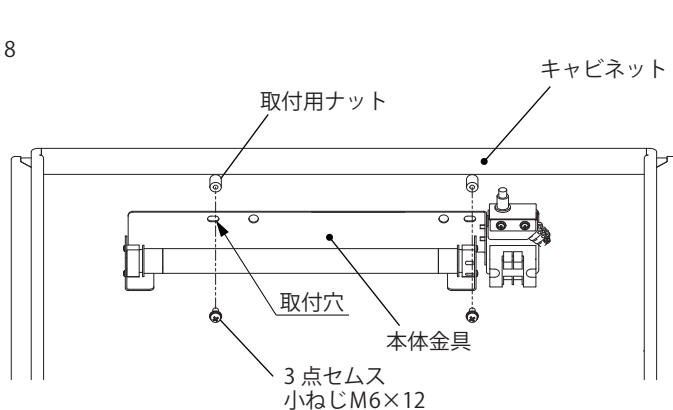

図6
3. キャビネットの取付用ナットに、本体金具の取付穴を利用して、付属の3点セムス小ねじ M6×12(2か所)にて取り付けてください。(図6)